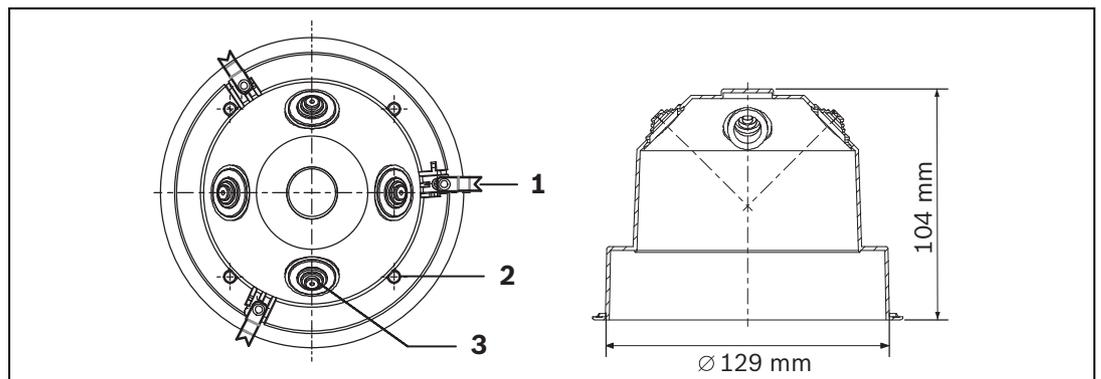

Figura 3.2 Vista en planta y vista lateral de la caja posterior para montaje en el techo FAA-500-BB
- Tire del cable pasándolo a través de uno de los manguitos (consulte la *Figura 3.2 (3)*). Una brida alrededor del conducto de cables protegerá el cable de tirones accidentales.
- Apriete las pinzas (consulte la *Figura 3.2 (1)*).